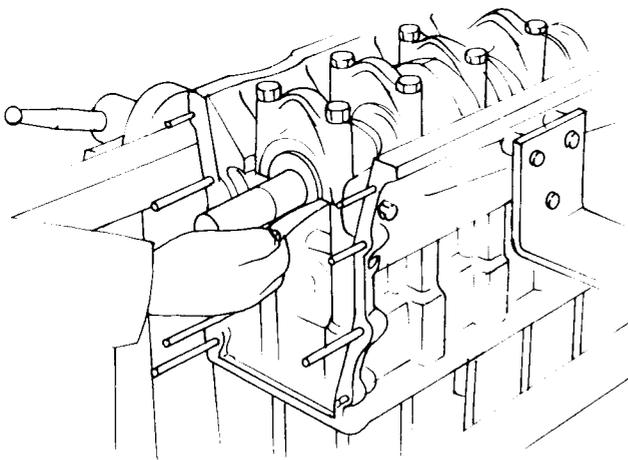

Bild 44
- Eine gute Kontrolle des Lagerlaufspiels kann jetzt durch Lockern der Lagerdeckel durchgeführt werden. Dazu eine Mutter lockern und eine Fühlerlehre von 0,08 bis 0,10 mm zwischen die Deckelfläche und die Kurbelgehäusefläche einschieben (siehe Bild 44). Falls der Spalt grösser ist, kann man die Deckelfläche mit Sandpapier auf einer Richtplatte abziehen, bis der Spalt stimmt. Den Deckel zuerst wieder auf das angegebene Anzugsdrehmoment anziehen und danach die Mutter lockern. Nicht vergessen die Mutter abschliessend wieder anzuziehen.